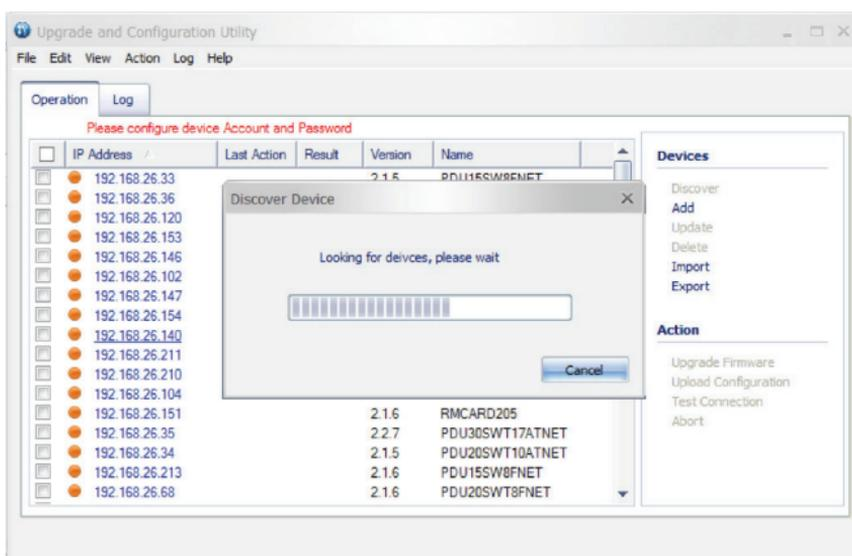

Figure 1
3. Attendez que la recherche soit terminée (Figure 1).